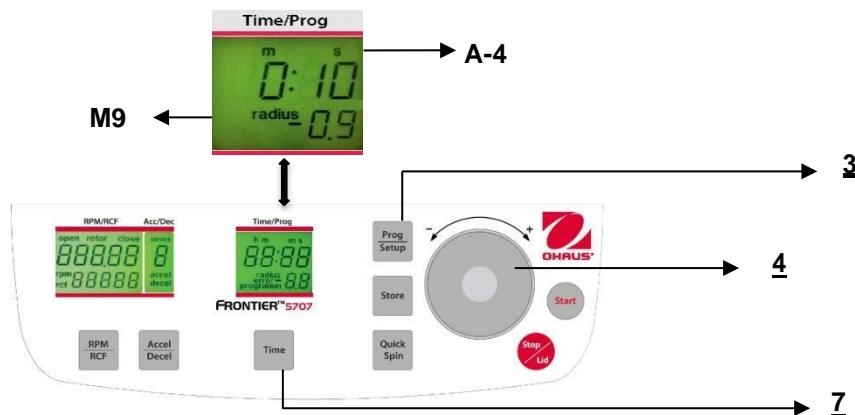

Figure. 19
Fermer le couvercle et maintenir ensuite appuyées les touches "Time" (7) (voir la figure 19) et "Prog/Setup" (3).